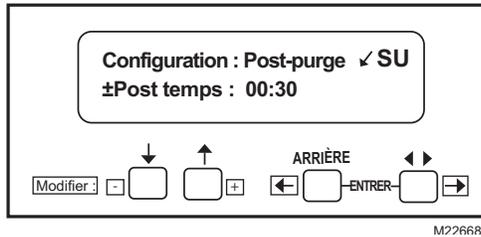

Fig. 14. Définition de la durée de post-purge.
12. « Obtention de données » s'affichera momentanément, suivi de l'écran affiché à Fig. 14.